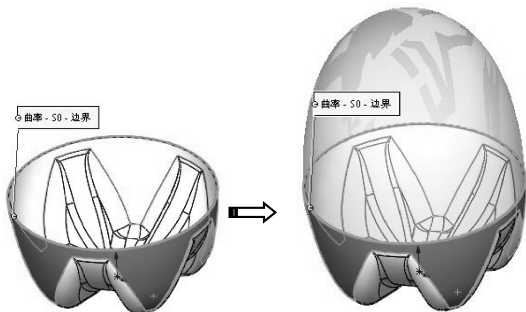

图 4-27 生成的填充曲面
- 03 单击【确定】按钮，生成填充曲面，如图 4-27 所示。